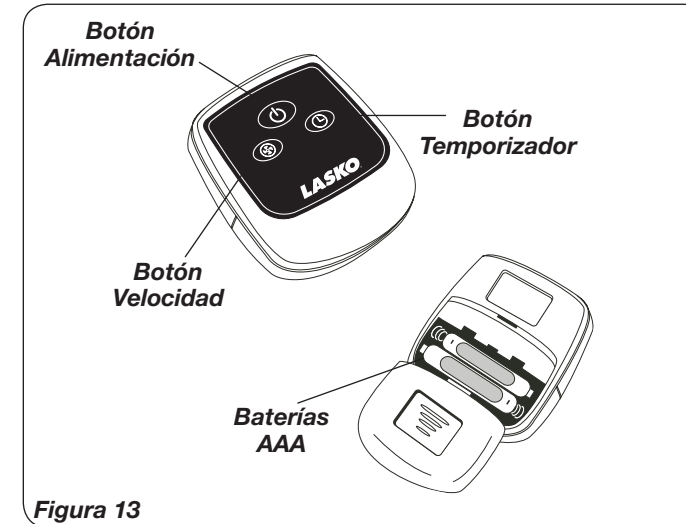
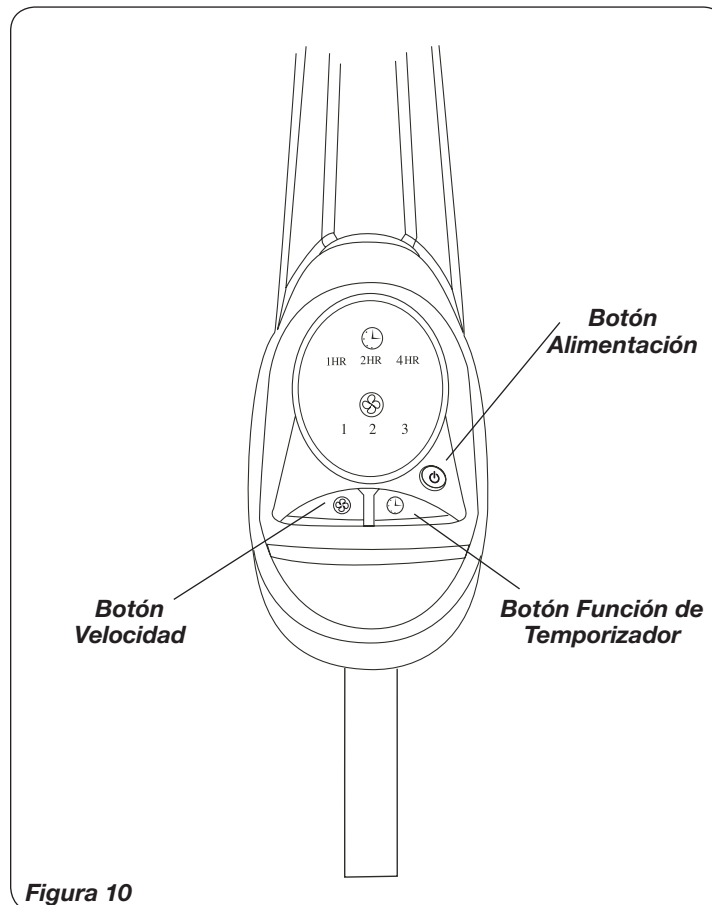

Figura 13
Figura 10
1. Instale la batería (no suministró) como se indica en la Figura 13. La batería es el tipo "AAA".
Este Ventilador puede hacerse funcionar mediante los Controles Manuales ubicados en la parte superior de la unidad (como se muestra en la **Figura 10**) o con el Control Remoto (se muestra en la **Figura 13**).